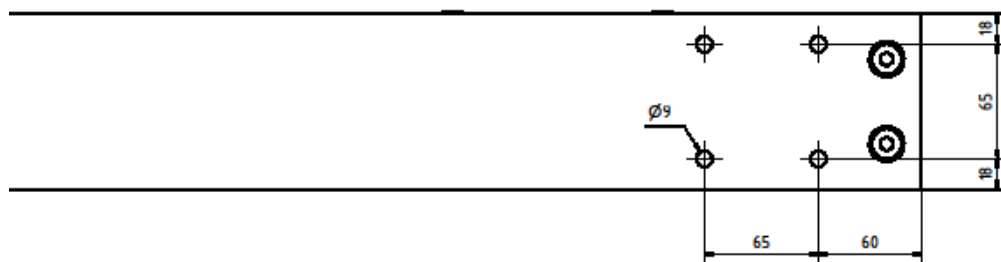
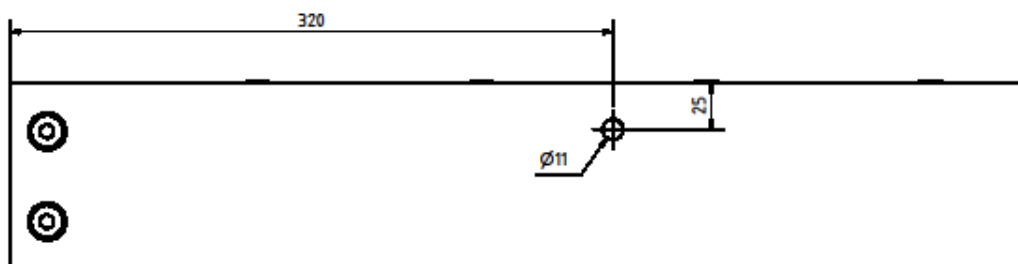
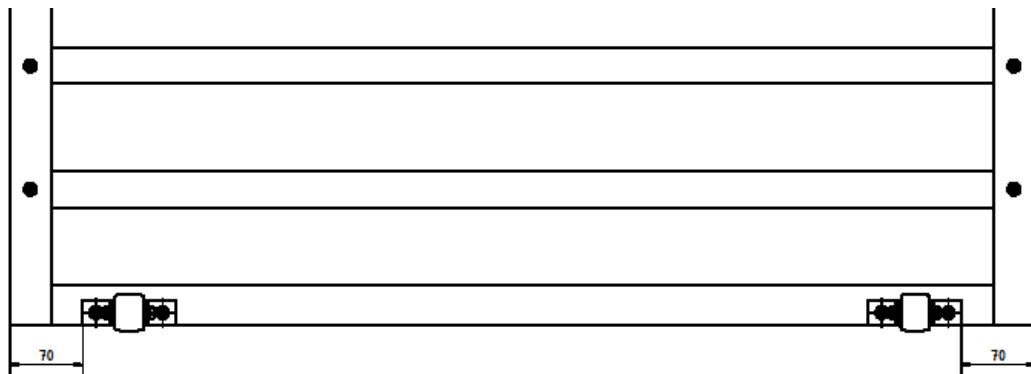

Abbildung 5: Bohrmaße zur Befestigung der Führungsrohre
Abbildung 6: Bohrmaße zur Befestigung der Klappstützen
Abbildung 7: Befestigung der Rollen
Nachdem der Rahmen an der Wand montiert wurde, kann nun mit der Vorbereitung der Sprossenwand begonnen werden. Der erste Schritt ist die Befestigung der Führungsrohre ④. Die Führungsrohre werden mittels Innensechskantschrauben M8x55, Unterlegscheiben (8 mm) und Stopmmuttern M8 an die Sprossenwandwange geschraubt. Bohren Sie hierfür mit $\varnothing 9$ mm vor (s. Abb. 5). Der zweite Schritt ist die Befestigung der Klappstützen ③ an den unteren Enden der Sprossenwandwange. Bohren Sie hierfür gemäß Abb. 6 die Wangen mit $\varnothing 11$ mm vor. Befestigen Sie anschließend die Klappfüße mit den Sechskantschrauben M10 x 60, den Stopmmuttern M10 und den Beilegscheiben. Um eine Leichtgängigkeit der Füße zu gewährleisten, müssen die Beilegscheiben zwischen Wange und Fuß gelegt werden und die Muttern dürfen nur so fest gezogen werden das sich die Füße noch bewegen lassen. Um die Füße im eingeklappten Zustand zu sichern, befestigen Sie das Klettband ⑧ außen an der Wange und das Flauschband ⑨ an der Innenseite (siehe Abb. 5). Der letzte Schritt ist die Befestigung der Rollen (s. Abb. 7). Schrauben Sie die Rollen so an, dass die Winkel einen Abstand von 70 mm zur Außenkante aufweisen und bündig mit der Unterseite der Sprossenwand abschließen. Somit stehen die Rollen minimal über. Verwenden Sie hierfür die Spaxschrauben 5 x 30.